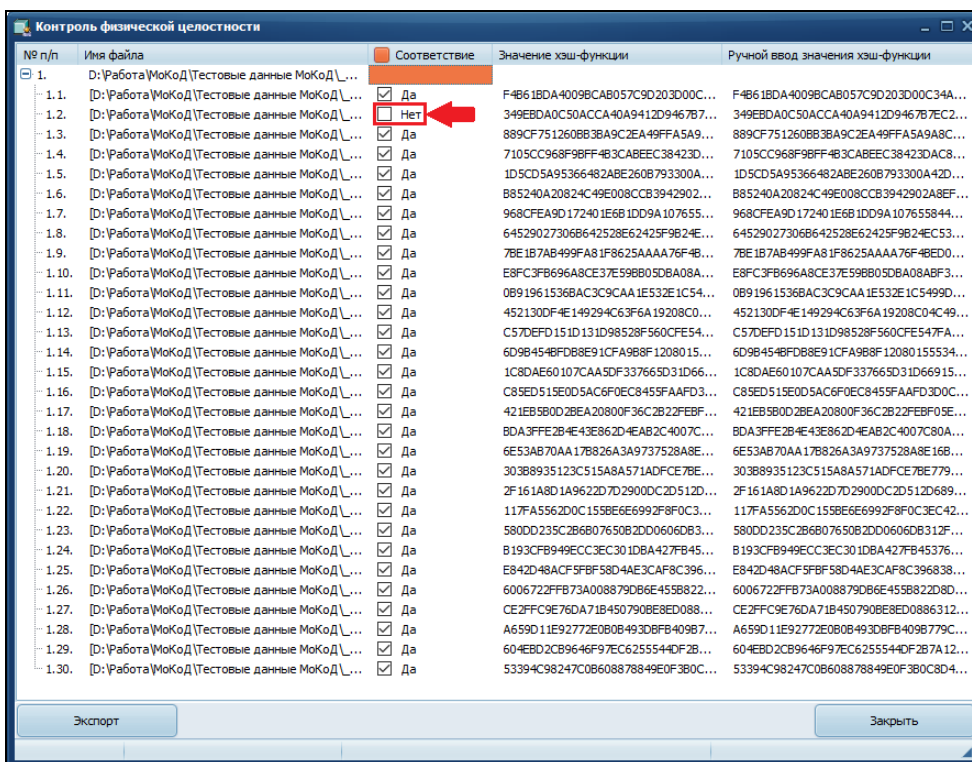
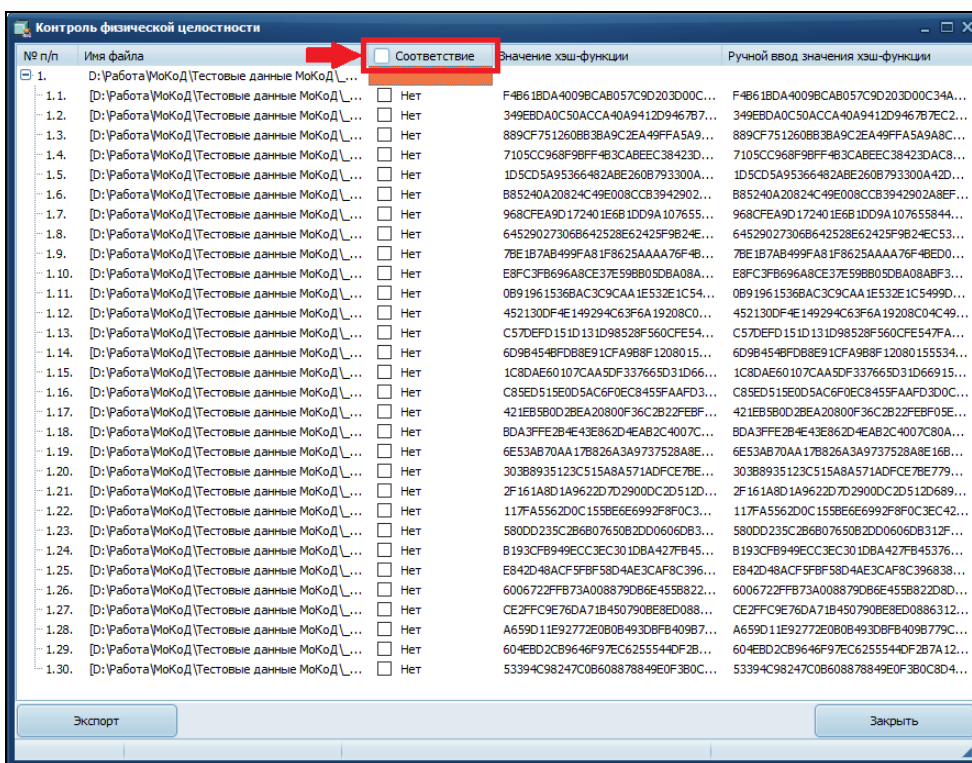

Рисунок 55 – Ручное изменение результата контроля физической целостности
Рисунок 56 – Групповая флаговая кнопка изменения результата контроля физической целостности
1) установить/снять флаг (галочку) в требуемой флаговой кнопке путем нажатия левой кнопкой мыши по соответствующей ячейке колонки «Соответствие» (Рисунок 55). Для изменения результатов контроля физической целостности сразу для всех файлов электронной информации из списка необходимо нажать на групповую флаговую кнопку, расположенную в заголовке колонки «Соответствие» (Рисунок 56).